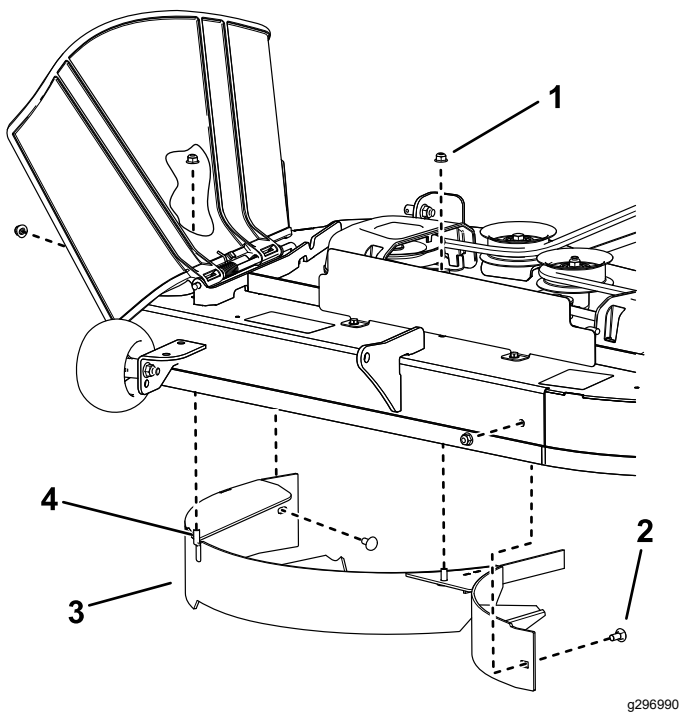

Figura 12
4. Retire las 2 contratuercas (5/16") de los espárragos soldados del deflector (Figura 12).
5. Retire los 2 pernos de cuello cuadrado y las 2 contratuercas que fijan el deflector a la carcasa y retire el deflector (Figura 12).
6. Localice los 2 pernos en las piezas sueltas y utilice las contratuercas existentes para instalar estas fijaciones en los taladros utilizados para los espárragos soldados (Figura 12) para evitar que se arrojen residuos al aire.